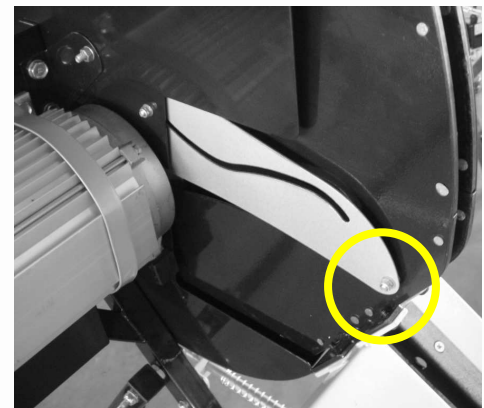

Fig 14
- Serrez avec un écrou frein-filet M5 tout en laissant suffisamment de jeu pour le pivotement du guide (Voir Fig 14).